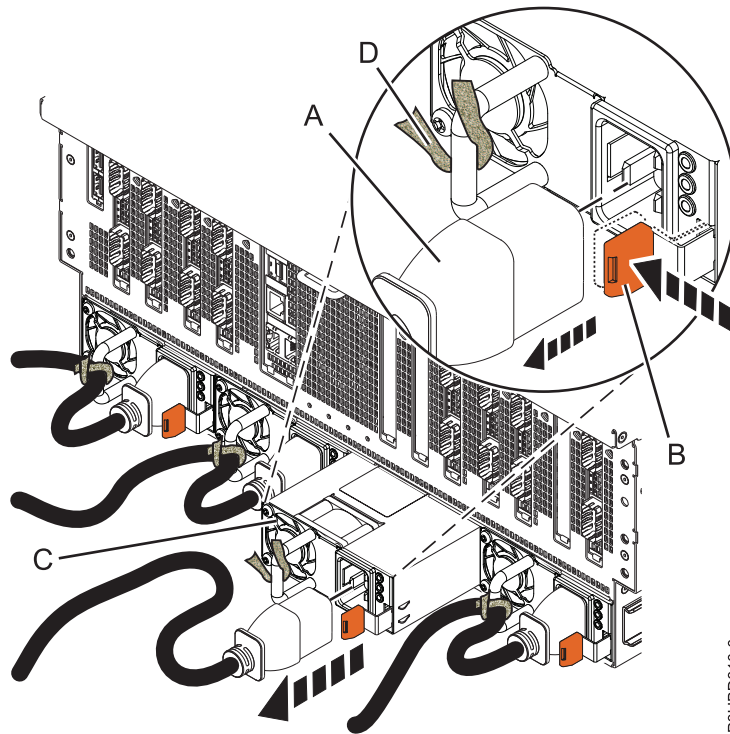
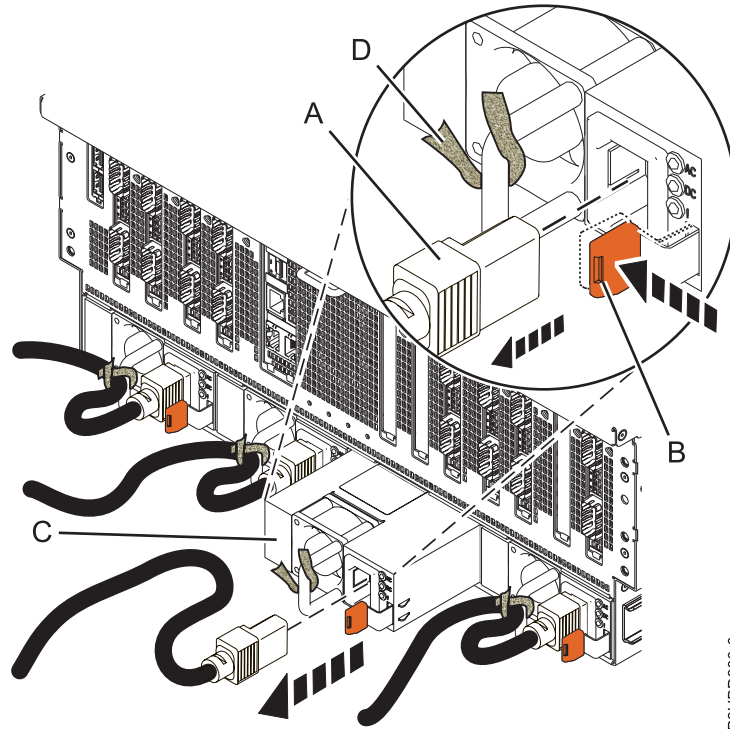

Abbildung 3. Ausbau eines Netzteils aus dem System vom Typ 8408-44E
Abbildung 4. Ausbau eines Netzteils aus dem System vom Typ 8408-E8E
- a. Kennzeichnen Sie das Netzkabel und öffnen Sie dann den Klettverschluss, um das Netzkabel vom Netzteilgriff zu lösen. Siehe **(D)** in Abb. 3 auf Seite 6 (8408-44E) oder Abb. 4 auf Seite 6 (8408-E8E).
- b. Ziehen Sie das Netzkabelende **(A)** in die Richtung aus dem Netzteil **(C)**, die in Abb. 3 auf Seite 6 (8408-44E) oder Abb. 4 auf Seite 6 (8408-E8E) dargestellt ist.
3. Um das Netzteil aus seiner Position im System zu entnehmen, drücken Sie die terrakottafarbene Sperrzunge (**B**) in die Richtung von Abb. 3 (8408-44E) oder Abb. 4 (8408-E8E).
4. Ziehen Sie das Netzteil (C) vom System weg, wie in Abb. 3 auf Seite 6 (8408-44E) oder Abb. 4 auf Seite 6 (8408-E8E).